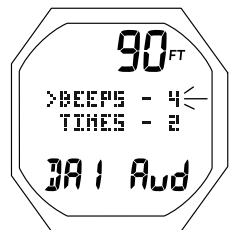

Fig. 139B - RÉGLAGE DU SIGNAL SONORE DE L'ALARME DE PROFONDEUR DE DESCENTE/REMONTÉE
**RÉGLAGE DU SIGNAL SONORE DE L'ALARME DA1** : paramètres affichés (Fig. 139B)